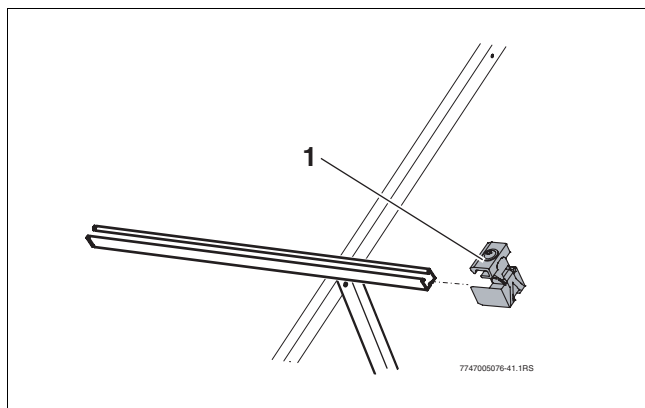

Fig. 46 Insérer le tendeur simple à droite
- Glisser le tendeur simple (→ fig. 46, [1]) à l'extrémité droite dans les rails profilés en U jusqu'à ce qu'il s'enclenche dans le premier trou long du rail profilé.